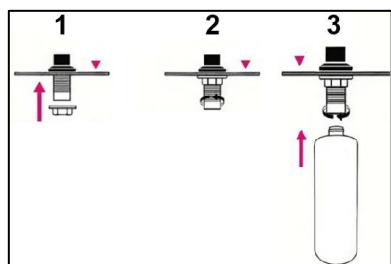

Fig.9
- Assemblare il flacone di sapone (Fig. 9). Non inserire ancora la testa della pompa nel flacone.